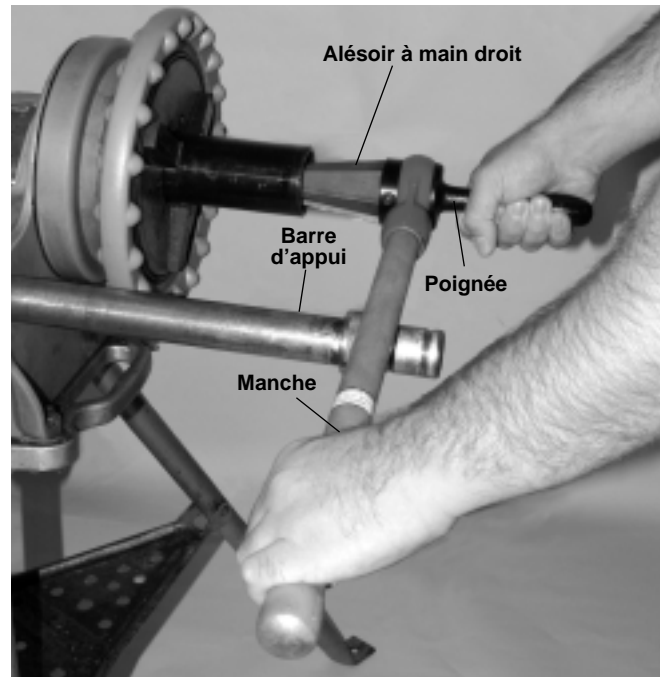

Figure 6 – Alésage des tuyaux à l'aide d'un alésoir à main
4. Reposez la poignée sur la barre d'appui côté gauche (*Figure 6*) et tenez la poignée de l'alésoir avec la main droite. Évitez de vous pincer en faisant attention de ne pas mettre les doigts entre l'alésoir et la barre d'appui.